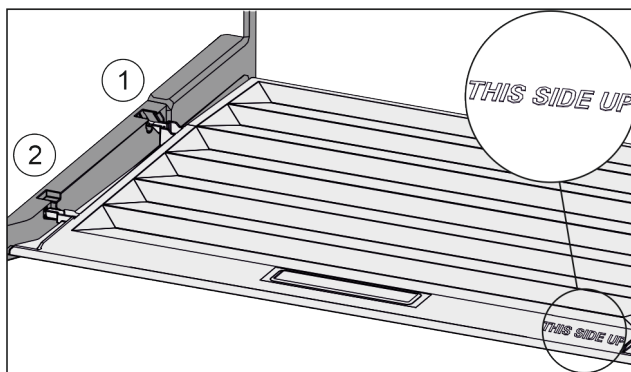

Fig. 76
- ▶ Пъхнете шийките на капака през отвора в задния държач Fig. 76 (1) и фиксирайте отпред в държача Fig. 76 (2).